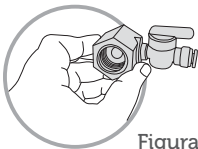

Figura 1
- 3- Rosqueie o conjunto adaptador ao ponto de água. Use fita veda rosca para evitar vazamentos (Figura 1).